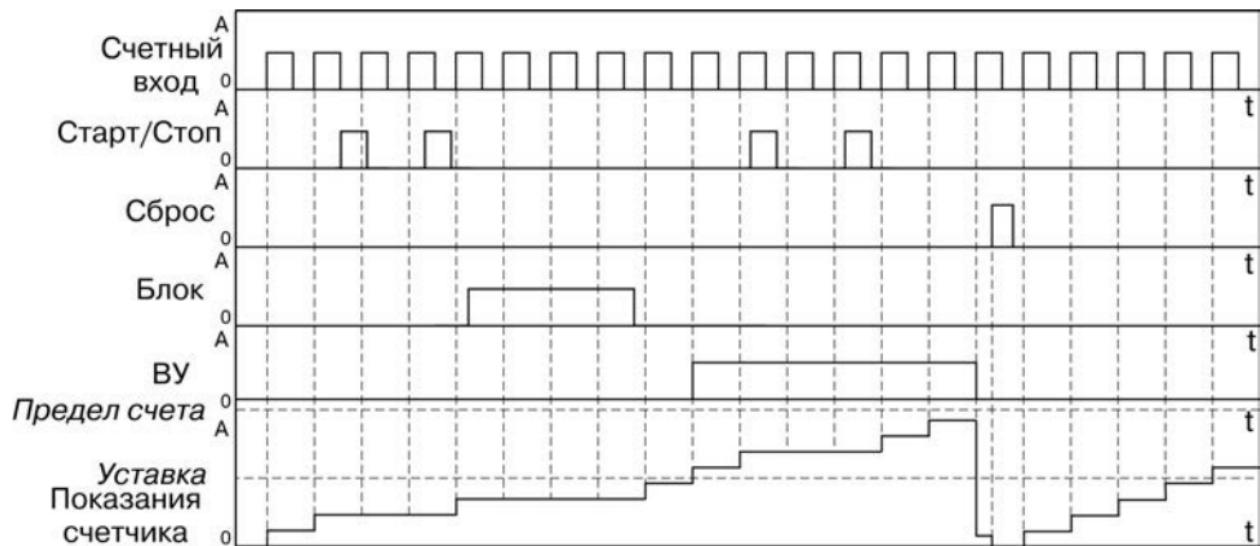

Рисунок 3.9
- тип работы по сигналу «Сброс» – «Сбросить счетчик и продолжать счет» ($rSt=Cont$) (рисунок 3.9).